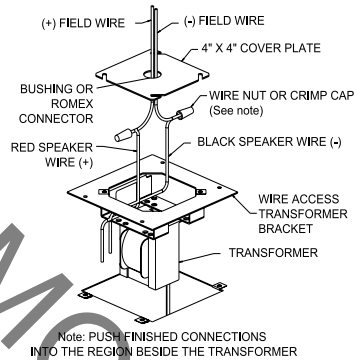

Fig. 4: Alternate Wiring (conduit)
2. Alternate Wiring Method — in/out conduit (Fig. 4):